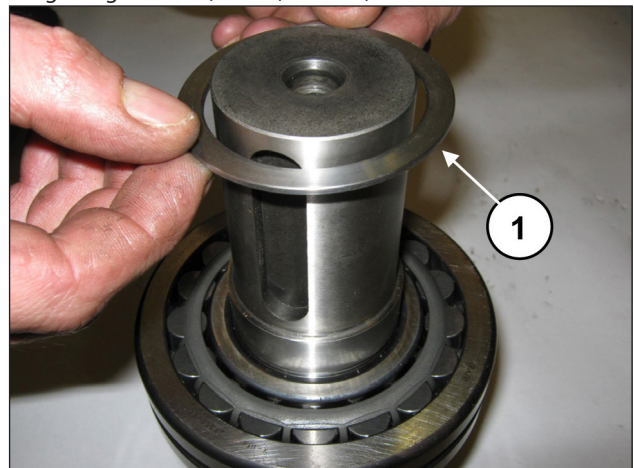
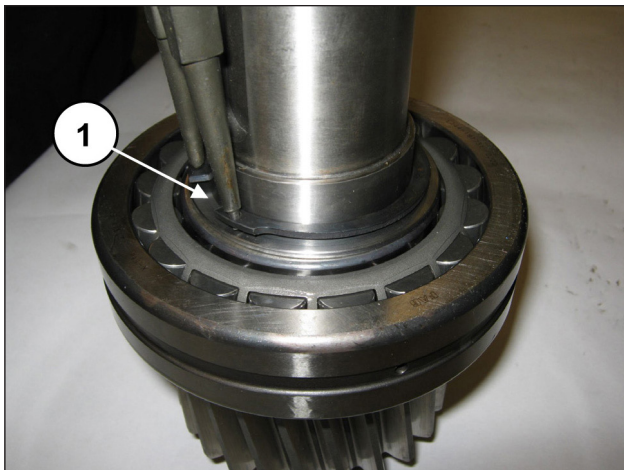

Abb. 83
Abb. 84
Setzen Sie den Stützring des Lagers (Pos. ①, Abb. 83) und den Seegerring  $\text{\O}55$  ein (Pos. ①, Abb. 84).